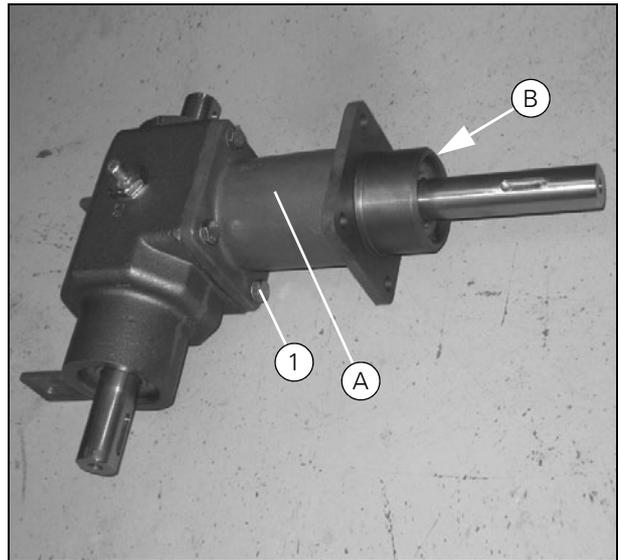
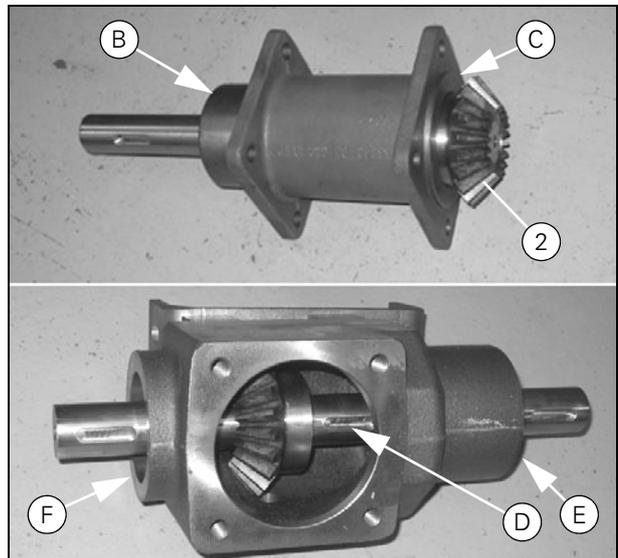

Рисунок 21
Рисунок 22
- Установите зубчатое колесо на вал перед запрессовкой вала в корпус редуктора (Рис. 22).
- После запрессовки вала в корпус, установите прокладку (G) и шпонку (H) перед закреплением колеса на валу.
- При помощи двух керней (J) зафиксируйте зубчатое колесо во избежание проскальзывания при сборке стакана и корпуса редуктора.
- После сборки стакана и корпуса проверьте боковой зазор в передаче: Зафиксируйте вал (K). Закрепите на конце вала (L) пластину такой длины, чтобы ее конец находился на одной линии с краем стакана, как показано на рисунке. Перемещение должно быть в пределах  $6 + 2/-0$  мм. При необходимости отрегулируйте боковой зазор передачи прокладками (G).
- Снова снимите стакан (A) (Рис. 21) и заложите в него 0,5 кг трансмиссионной консистентной смазки STATOIL Fibreway EP0 или ее аналога. Нанесите жидкий герметик между стаканом и корпусом редуктора (M). Выполните сборку так, чтобы пазы на концах валов (N) были расположены под углом  $90^\circ$  друг к другу.